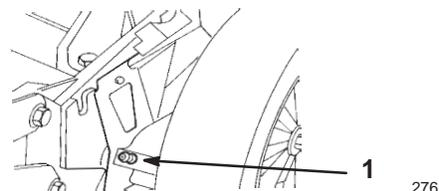

Figure 28
- A l'aide d'un chiffon propre, essuyez les graisseurs des leviers de réglage de hauteur des roues arrière (Fig. 28).